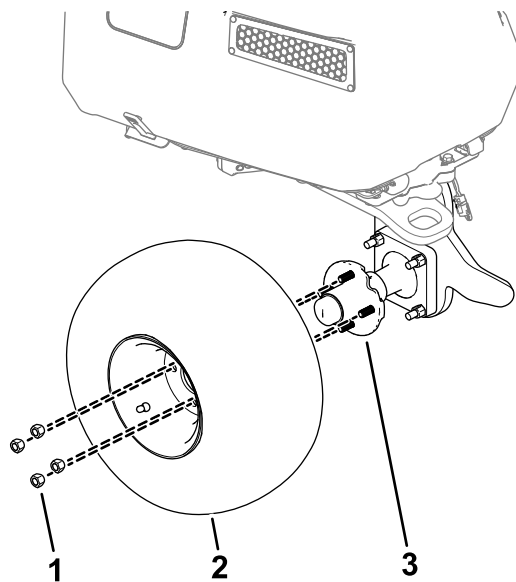

Figura 1
7. Rimuovete i 4 dadi ruota che fissano la ruota al gruppo del mozzo della ruota e rimuovete la ruota dalla macchina (Figura 1).